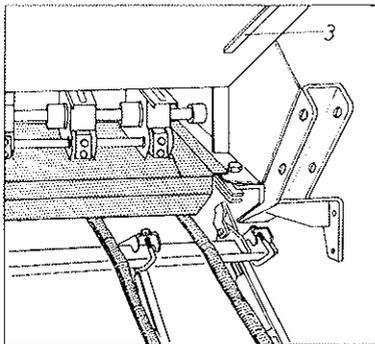

Fig. 1
**PRIMERO:** Deslizar la barra portaboquillas hacia delante, soltando los gatillos que la mantienen en su posición de trabajo, hasta la posición para colocar la bandeja (fig. 1)
**SEGUNDO:** Se retira la bandeja de su asiento de transporte (3) y se desliza horizontalmente debajo de los dosificadores.